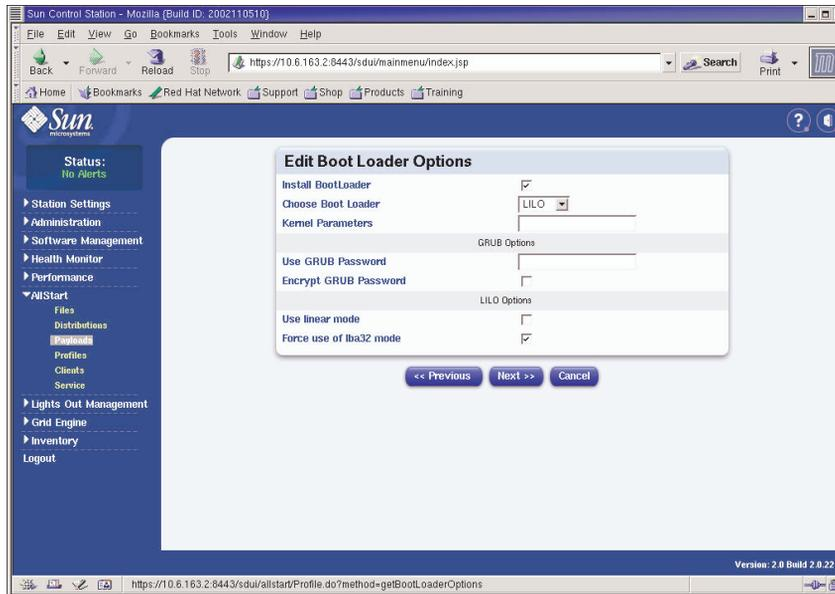

FIGURE 2-10 Fenêtre Edit Boot Loader Options (AllStart Profiles)
- b. Dans la fenêtre Edit Boot Loader Options, vérifiez que les entrées requises suivantes sont sélectionnées (voir l'exemple à la FIGURE 2-10). Ensuite, cliquez sur Next.